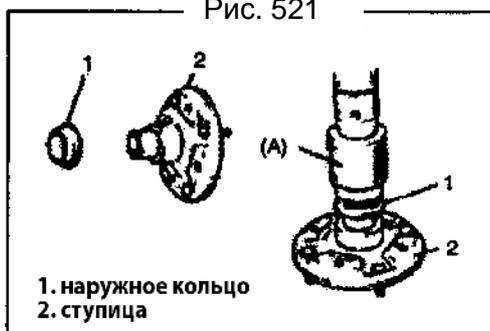

Рис. 522
1) Установите внутреннее кольцо с наружной стороны ступицы. Направление установки показано на рисунке (Рис. 522).